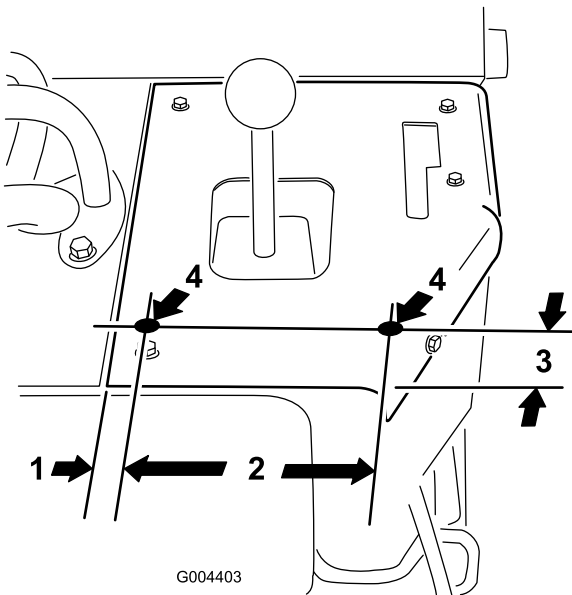

Bild 8
2. Bohren Sie zwei Löcher (3/8") in das Bedienfeld unter dem Hubarmhebel (**Bild 8**).